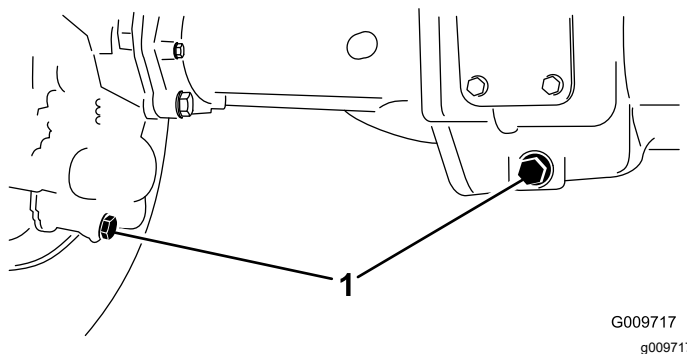

Figura 80
2. Limpe a zona em redor dos 3 tampões de escoamento, 1 em cada extremidade e 1 no centro (Figura 80).